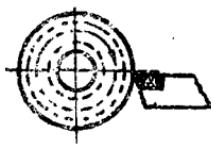

图 5
7. 砂輪的刃磨方向必须要与合金焊的相反（如图 5），并使刀体后角加工尽量的改变为铣。